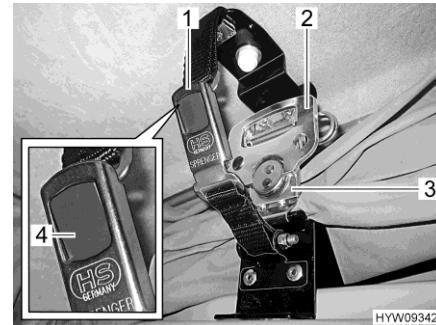

Fig. 28 Bloccaggio (tent latching)
- Aprire la serratura a scatto (Fig. 28,1) sui due lati. A tale scopo, premere il bottone a pressione grigio (Fig. 28,4).
- Aprire la maniglia (Fig. 28,2) della serratura rapida (Fig. 28,3) e ruotarla per metà giro in senso antiorario. In questo modo il bloccaggio viene sbloccato.